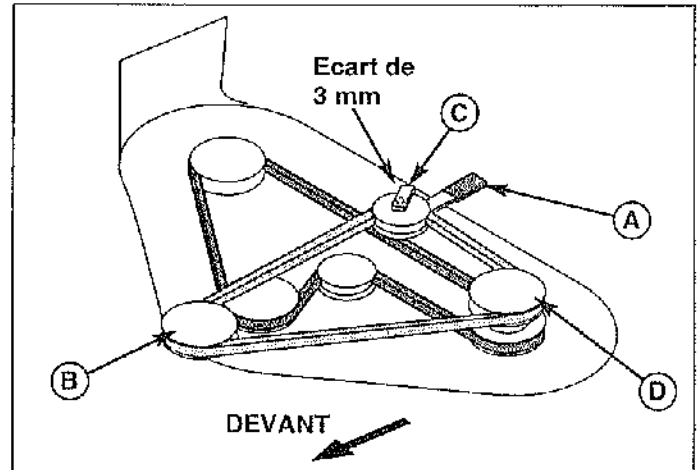

Figure 60. Acheminement de la courroie de tondeuse
2. Pousser le bras de tension (A, figure 60) pour détendre la courroie. Retirer la courroie de la poulie de PDF (embrayage électrique).
3. Desserrer l'écrou et la rondelle maintenant le guide de courroie du galet tendeur (C, figure 60)
6. Voir la figure 60. Remettre le guide de courroie (C) du galet tendeur dans sa position originale de façon à laisser un écart de 3 mm entre le galet et le guide.